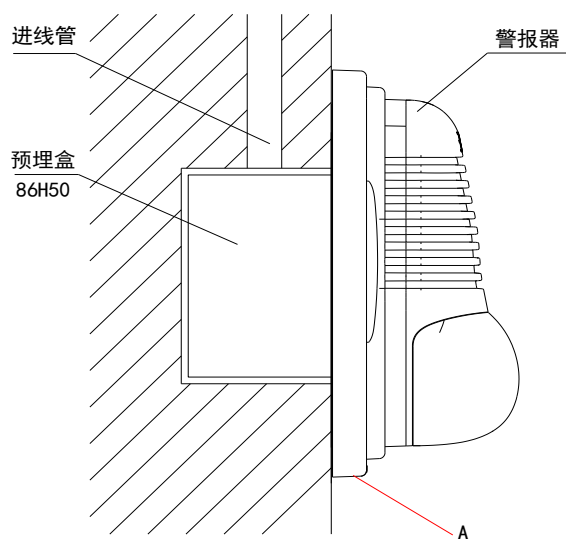

图 2-24
- (1) 报警器采用明装方式，在普通高度空间下，以距顶棚 0.2m 处为宜。
- (2) 安装时，先用两个螺钉将报警器后壳固定在墙上的 86H50 型预埋盒上（注意报警器后壳“UP”及箭头朝上）。
- (3) 从报警器后壳的进线孔中穿入电缆接在相应端子上，然后将报警器前壳上部塞入报警器后壳，再将报警器前壳下方按入报警器后壳中。
- (4) 拆卸时，用一字螺丝刀从报警器后壳下方“A”处缺口插入（如图 2-24 所示，此处外壳上有一小三角形标志），向下用力撬动，即可将报警器前壳拆下。